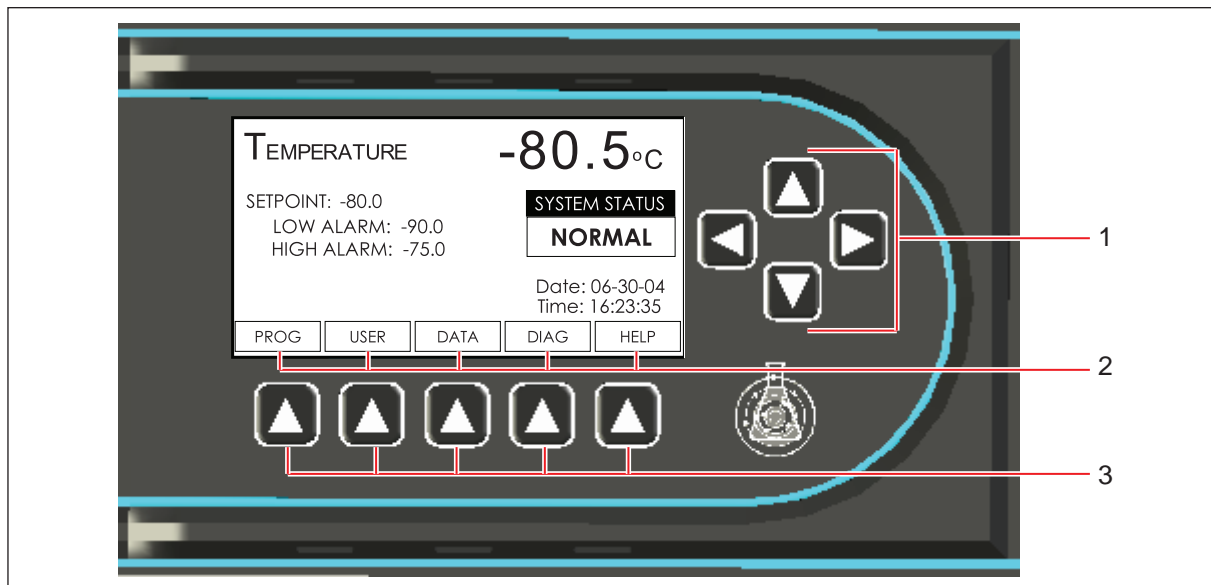

Fig. 5-1: Commandes
Toutes les valeurs de consigne et caractéristiques réglables peuvent être contrôlées à l'aide de l'écran tactile (voir Fig. 5-1 à la page 21). Quatre touches directionnelles permettent de sélectionner ou de modifier certaines caractéristiques tandis que les touches de menu fournissent un accès à des fonctions spécifiques énumérées en bas de l'écran.
2. Utilisez les touches directionnelles ▲ et ▼ (voir Fig. 5-1 à la page 21) pour sélectionner la valeur consigne à définir.